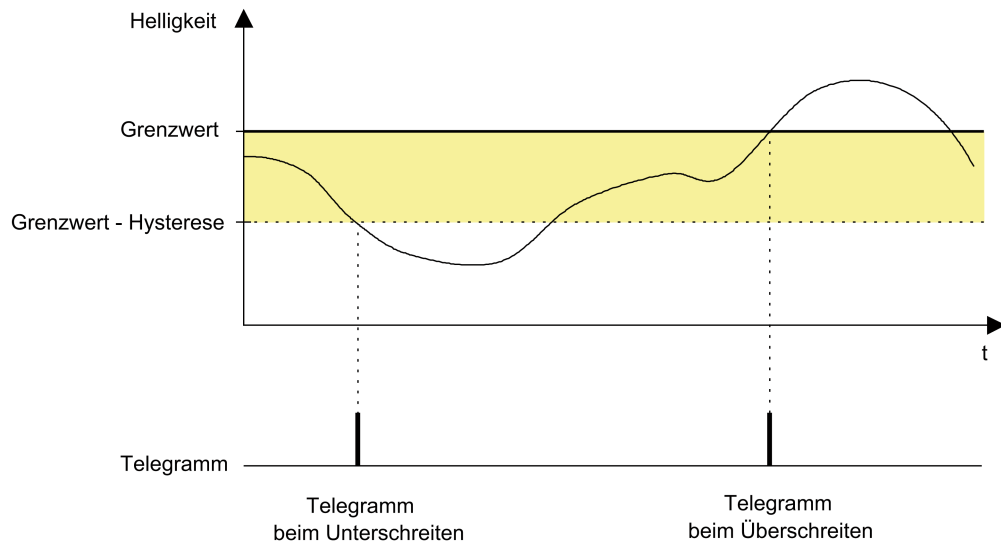

Bild 65: Beispiel 1 zur Grenzwertdefinition
1. Helligkeitsgrenzwert = Obere Schwelle (siehe Bild 65)